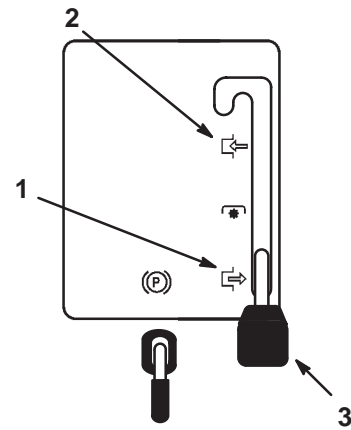

Figure 5
2. Mettez la commande des lames (PdF) en position Engagée (Fig. 5).
2. Mettez la commande des lames (PdF) en position Désengagée (Fig. 5).